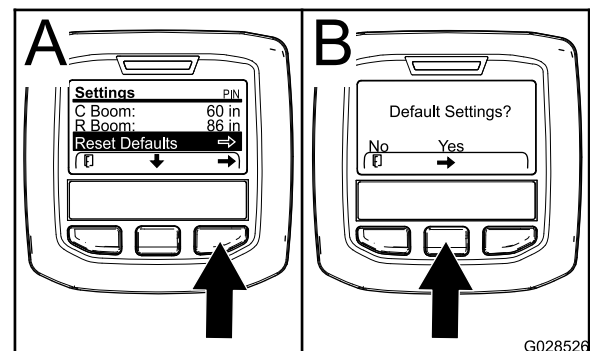

Figura 75
1. Carregue no botão de seleção central para navegar para a introdução da reposição da predefinição (Figura 75).
3. No ecrã de predefinições, pressione o botão de seleção esquerdo para NÃO e o botão de seleção direito para SIM (Figura 75).